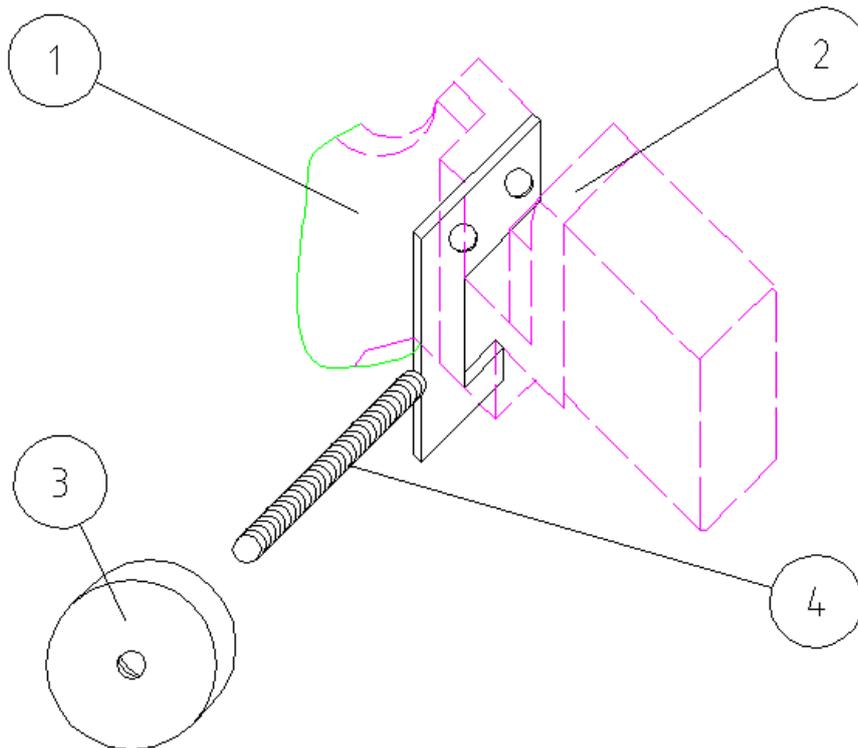

Figure 7 Installation du poids de calibrage
- 6) Installez le poids de calibrage de 50 % correspondant sur le roulement, comme cela est illustré sur la figure 7.